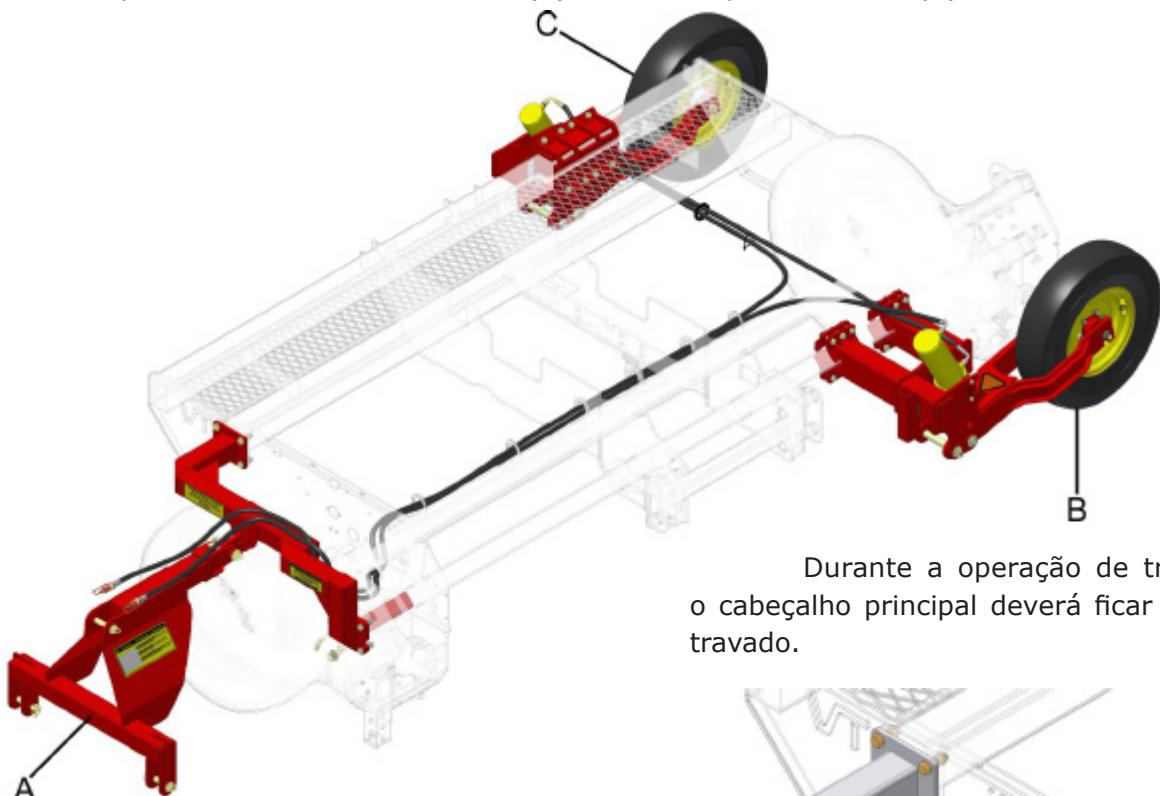

fig. 27
As Semeadoras Adubadoras Pampeana possuem um sistema de rodado para transporte longitudinal (Opcional) de acionamento hidráulico, que permite o transporte da semeadora por estradas, porteiros e pontes onde não seria possível ser feito na sua posição de trabalho normal. O sistema possui uma Estrutura de Levante (A) (fig. 27), que é acoplada nos três pontos do trator e dois rodados, um posicionado na parte dianteira da semeadora (B) e outro na parte traseira (C).
Monte a Estrutura de Levante (A) (fig. 27) no lado direito da semeadora, fixando-a no Cabeçalho de Transporte (D) com o pino (H).